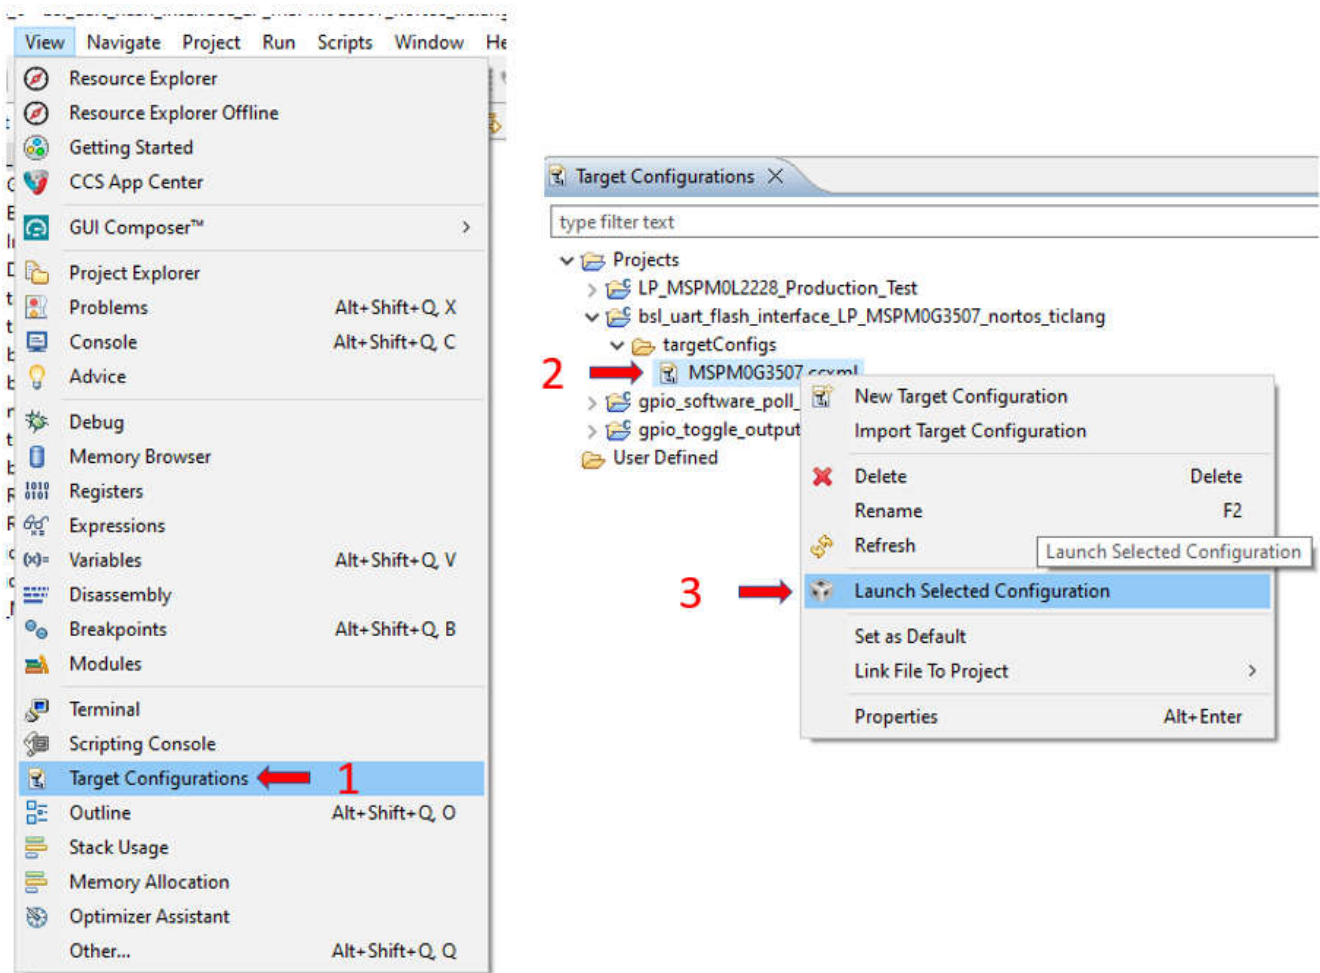

図 5-1. CCS でデバイスを起動し
3. 図 5-1 に示すようにデバイスを起動します。ステップ 2 で、CCXML ファイルを右クリックします。